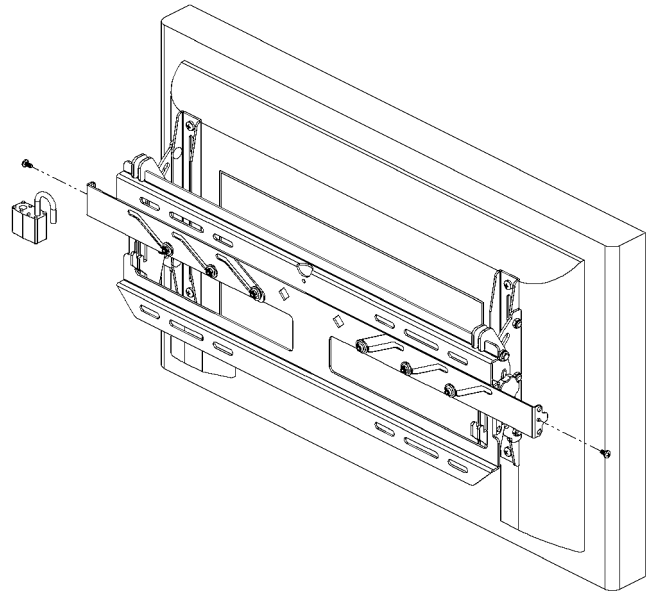

Figura 10. Retire los herrajes de seguridad
1. Si es aplicable, retire los tornillos autoroscantes (70) y/o candados de ambos lados de la placa de pared. Estos herrajes proporcionan seguridad (véase la figura 10).
2. Deslice los pestillos de seguridad hacia afuera en ambos lados para desenganchar la pantalla de la placa de pared (véase la figura 10).